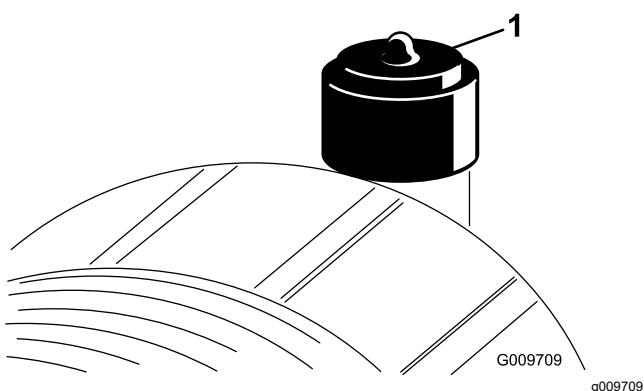

Figura 91
Faça a manutenção ao filtro de ar apenas quando o indicador de serviço (Figura 91) o exigir. Mudar o filtro de ar antes de ser necessário apenas aumenta a possibilidade de entrar sujidade no motor quando retira o filtro.
2. Reinicie o indicador (Figura 91) se este se apresentar vermelho.